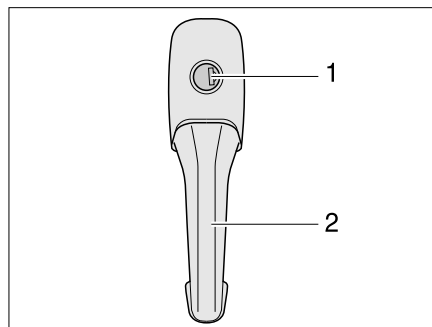

Bild 32 Türschloss Eingangstür, außen
- Schlüssel in Schließzylinder (Bild 32,1) stecken und drehen, bis das Türschloss entriegelt ist.
- Am Türgriff (Bild 32,2) ziehen. Die Tür ist geöffnet.
- Schlüssel in Schließzylinder (Bild 32,1) stecken und drehen, bis das Türschloss verriegelt ist.